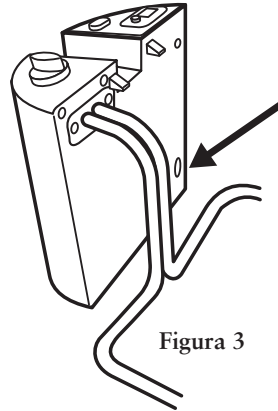

Figura 3
5. Usando un desarmador delgado o lapicero, presione suavemente el botón de reinicializar en la parte trasera de la caja de control, localizado en la parte inferior derecha como se indica con la flecha (Vea la figura 3)